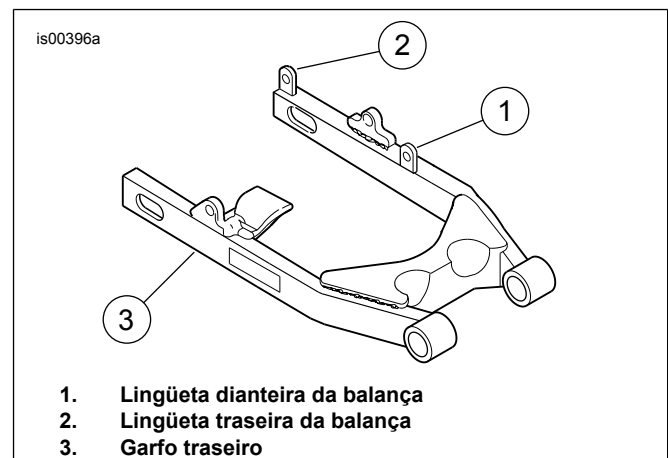
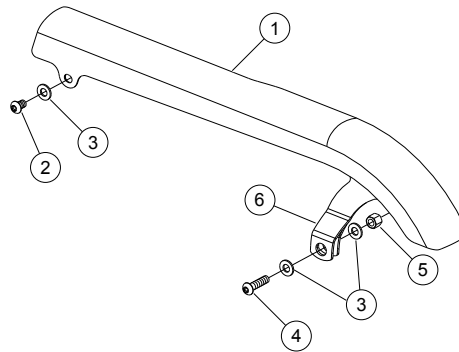

Figura 1. Lingüetas dianteira e traseira da balança
Figura 2. Peças de reposição da tampa de proteção da correia cromada e do kit de ferragens
Veja a Figura 2 e a Tabela 2.
Veja a Figura 2. Verifique se a lingüeta da balança está entre as lingüetas do suporte de fixação traseiro (A) da proteção da correia.
4. Veja a Figura 1. Coloque a proteção cromada da correia (item 1, Figura 2) sobre as lingüetas dianteira e traseira (1 e 2) do garfo traseiro (3).
5. Veja a Figura 2. Coloque, sem apertar, o parafuso Torx de cabeça abaulada dianteiro (2) e a arruela (3) na proteção cromada da correia (1).
6. Coloque, sem apertar, o parafuso Torx de cabeça abaulada traseiro (4), as duas arruelas (3) e a porca (5) no suporte de fixação da proteção cromada da correia (A).
1. Veja a Figura 2. Remova e descarte o parafuso Torx de cabeça abaulada de 5/16-18 x 1 pol. dianteiro e a arruela da proteção da correia. Coloque o parafuso Torx de cabeça abaulada (2) e a arruela (3) na proteção cromada da correia (1). Aperte os parafusos com torque de 13,6–20,3 N·m (120–160 in·lbs).
2. Remova e descarte o parafuso Torx de cabeça abaulada de 5/16-18 x 1-1/4 pol., as duas arruelas e a porca da proteção da correia. Coloque o parafuso Torx de cabeça abaulada (4), as duas arruelas (3) e a porca (5) no suporte de fixação da proteção cromada da correia (A). Aperte os parafusos com torque de 13,6–20,3 N·m (120–160 in·lbs).